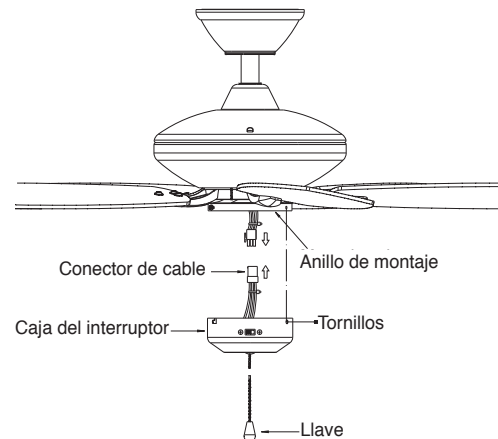

Fig.15
**Paso 1.** Sosteniendo la caja del interruptor debajo del ventilador de techo, aplica presión a los conectores cuadrados para cables para juntarlos. Uno desde el ventilador y otro desde la caja del interruptor. (Fig. 15)
**Paso 2.** Con cuidado mete todos los cables dentro de la caja del interruptor. Instala la caja del interruptor en el anillo de montaje con los tornillos incluidos. Asegúrate de que cada tornillo quede ajustado. (Fig. 15)